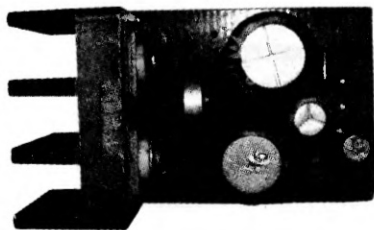

Рис. 11.19. Внешний вид усилителя
**Плата.** Усилитель собран на плате из одностороннего стеклотекстолита толщиной 1,5 мм размерами 45×32,5 мм. Разводку печатной платы в зеркальном изображении и схему расположения деталей можно взять на сайте издательства [www.nit.com.ru](http://www.nit.com.ru). Там же смотрим ролик о работе усилителя. Хочу сразу предупредить радиолюбителя — звук, воспроизводимый усилителем, записывался в ролике с помощью встроенного в фотоаппарат микрофона, так что говорить о качестве звука, к сожалению, будет не совсем уместно! Внешний вид усилителя приведен на рис. 11.19.